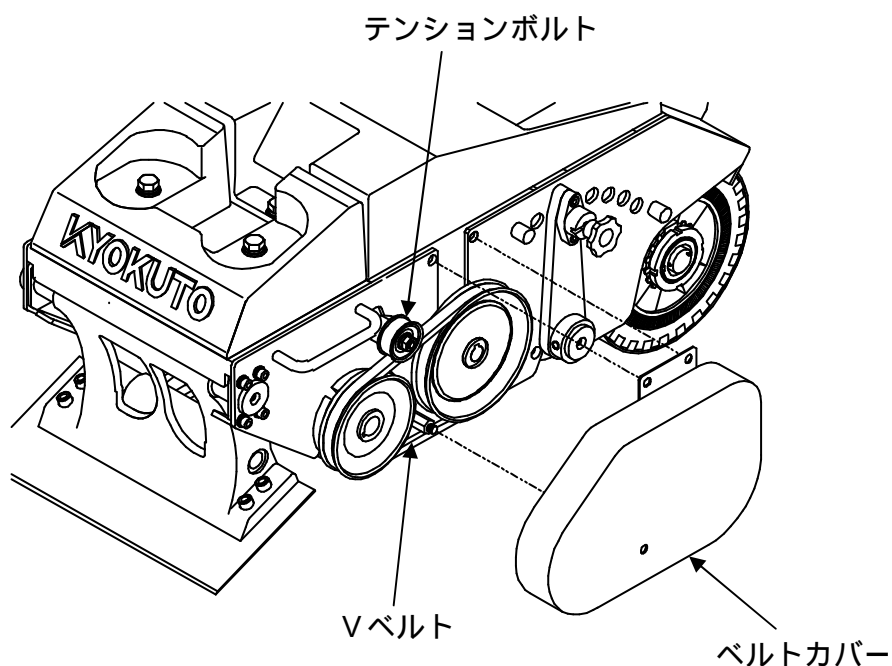

図13
- [2] テンションボルトを緩め、Vベルトを適当な張り状態にして、テンションボルトを締めて下さい。(図13参照)
（図13参照）